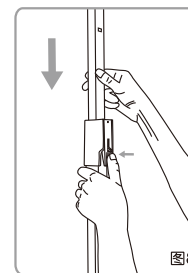

图8
5. 按住升降锁扣按钮将可调节升降杆下降至最低位置。(如图8)